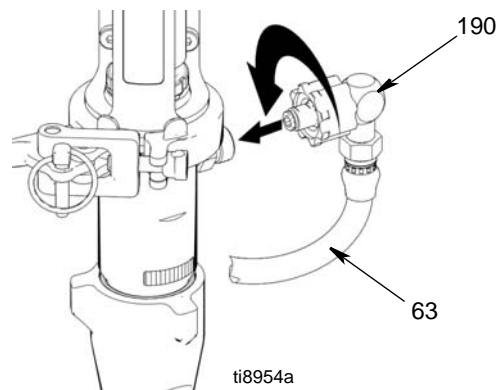

FIG. 26
7. (Fig. 26) Åpne klemmen og rett opp pumpeuttaket med slangekoplingen (190). Monter maleslangekoplingen (190) og maleslangen (63) på pumpekolingen. Lukk klemmen.